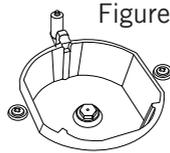

Figure 4
3. Remplacez les injecteurs (figures 4 et 5) par des modèles appropriés au gaz à utiliser (voir tableau des injecteurs en pages 27 et 28).